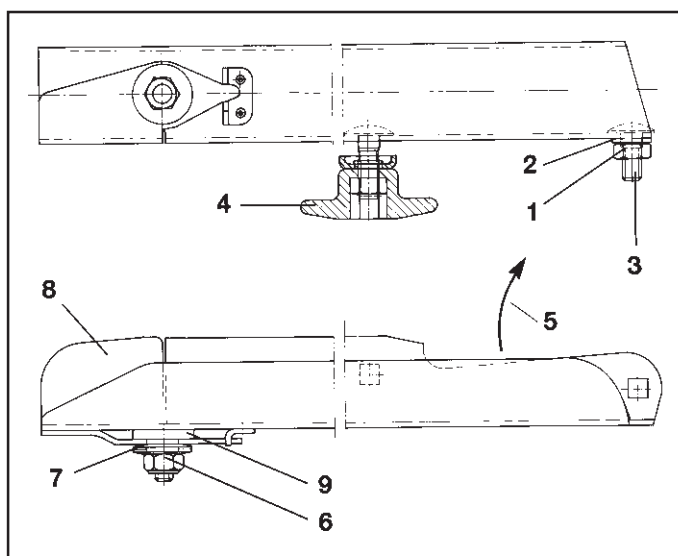

Fig. 9.3
- Løs muttrene med sikring (Fig. 9.3/1).
- Fjern stoppskiven (Fig. 9.3/2) og rundhodeskruen (Fig. 9.3/3).
- Løs vingemutteren (Fig. 9.3/4) og skift ut spredevingen.
- **Trekk til muttrene med selvsikring (Fig. 9.3/1) slik at det går an å dreie spredevingene med håndmakt.**
Pass på at spredevingene blir montert riktig. Den åpne siden på den U-formede spredevingen skal peke i rotasjonsretningen (Fig. 9.3/5).
- Løs mutteren med sikring (messing CuZn) (Fig. 9.3/6) og fjern tallerkenfjærene (Fig. 9.3/7).
- Skift ut dreieklaffen (Fig. 9.3/8).
Vær oppmerksom på plastikkskiven (Fig. 9.3/9) mellom spredevingen og dreieklaffen.
- Trekk til messingmutterne med sikring (Fig. 9.3/6) med et tiltrekningsmoment på **6 - 7 Nm**, slik at spredevingen lar seg dreie rundt med håndmakt, men ikke lar seg svinge oppover under drift.